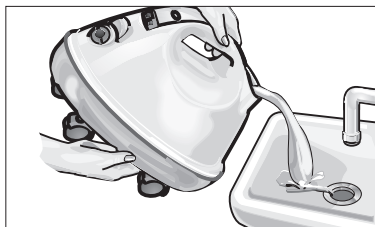

Fig. 4: Limpieza de la caldera
- Llenar la caldera de agua y agitarla fuertemente. De este modo se desprenden las incrustaciones de cal que pudieran haberse acumulado en el fondo de la misma. Vaciar la caldera volcándola por la esquina de la boca de llenado (A3) (Fig. 4).
- Vaciar completamente el agua residual que pudiera haber en la caldera (Fig. 4).